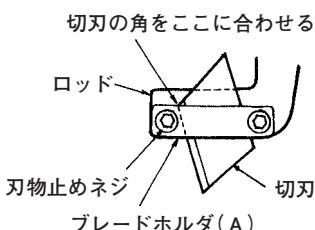

図 29
- (1) 刃物をロッド下方より溝にさし込みます。
- (2) ブレードホルダ(A)の上面と切刃の角の部分を合わせます。(図 29)
- (3) 刃物の位置が決まりましたら、刃物止めねじ2本を十分に締付けてください。